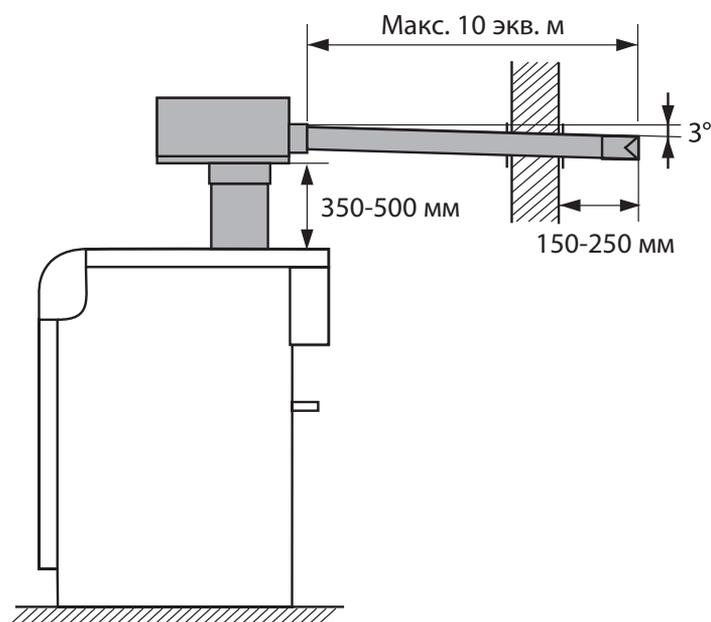

Рис. 7. Монтаж турбонасадки
Насадка крепится к адаптеру, который устанавливается на выходное отверстие дымовых газов котла через удлинитель трубы дымохода длиной 350-500 мм. Далее необходимо закрепить переходник для системы дымоудаления $\text{Ø}60/80$ мм. После чего монтируется горизонтальный участок дымоудаления (см. рис. 7).
- монтаж системы дымоудаления ведется в горизонтальной плоскости, при этом необходимо соблюдать уклон 3° в сторону улицы (рис. 7);